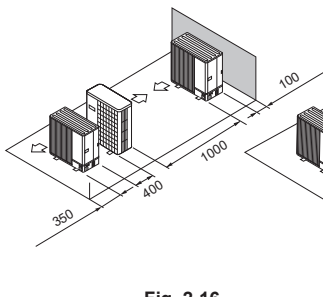

Fig. 2-16
- (5) Uppställning med en enstaka parallell enhet (Fig. 2-16)